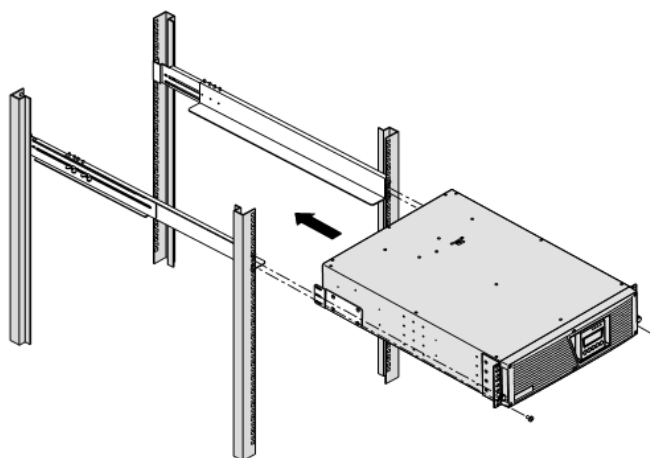

Abbildung 9. Montage des Gehäuses
13. Befestigen Sie die Vorderseite des Gehäuses mit zwei M6x12 mm Flachkopfschrauben auf jeder Seite (siehe Abbildung 9) an dem Gestell.